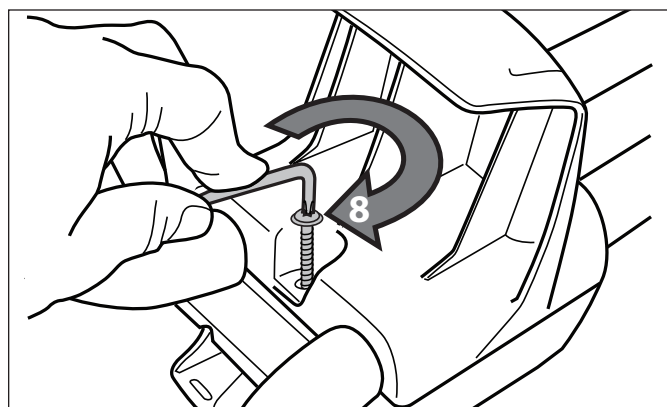

Figure 7. Installer le crochet du câble d'alimentation et le crochet du module de commande
- Fixer solidement le crochet du câble d'alimentation et le crochet du module de commande autour des tubes à l'aide d'une vis, puis serrer à la main avec la clé Torx® (fournie avec l'appareil). Se référer à la Figure 7.